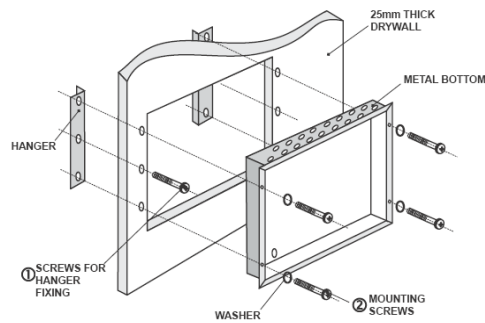

Abbildung 5. Abfolge bei Einbaumontage.
- Benutzen Sie die Montagewinkel (Abbildung 5) für Einbaumontage an Wände aus Gipskarton mit einer Dicke bis 25 mm.
- Befestigen Sie die Montagewinkel an die Innenseite der Wand und fixieren Sie diese mit den beiliegenden Senkschrauben M4x30 mit Kreuzschlitz DIN965 – siehe Abbildung 5, Pos. 1.
- Stellen Sie das Gehäuse in die Montageöffnung, anschließend fixieren Sie selbiges mit den beiliegenden Unterlegscheiben M4 DIN 522 und den Schrauben M4x40 mit Kreuzschlitz DIN 7985 (Fig. 5, Pos. 2).